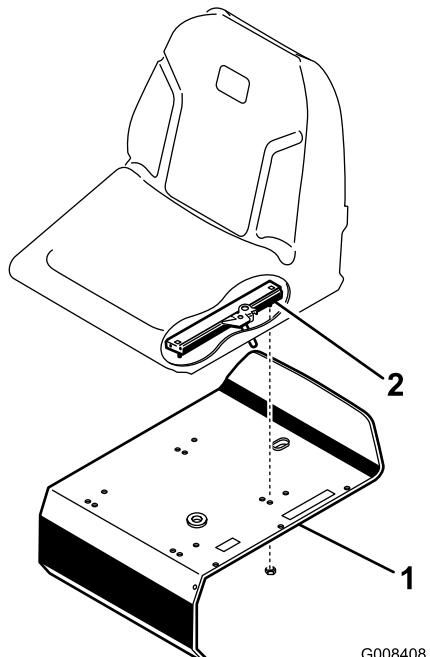

Figura 4
3. Fissate il sedile, il pannello e le guide di scorrimento sul supporto del sedile con i dadi di bloccaggio (0,79 cm) (Figura 4) forniti come parti sciolte.